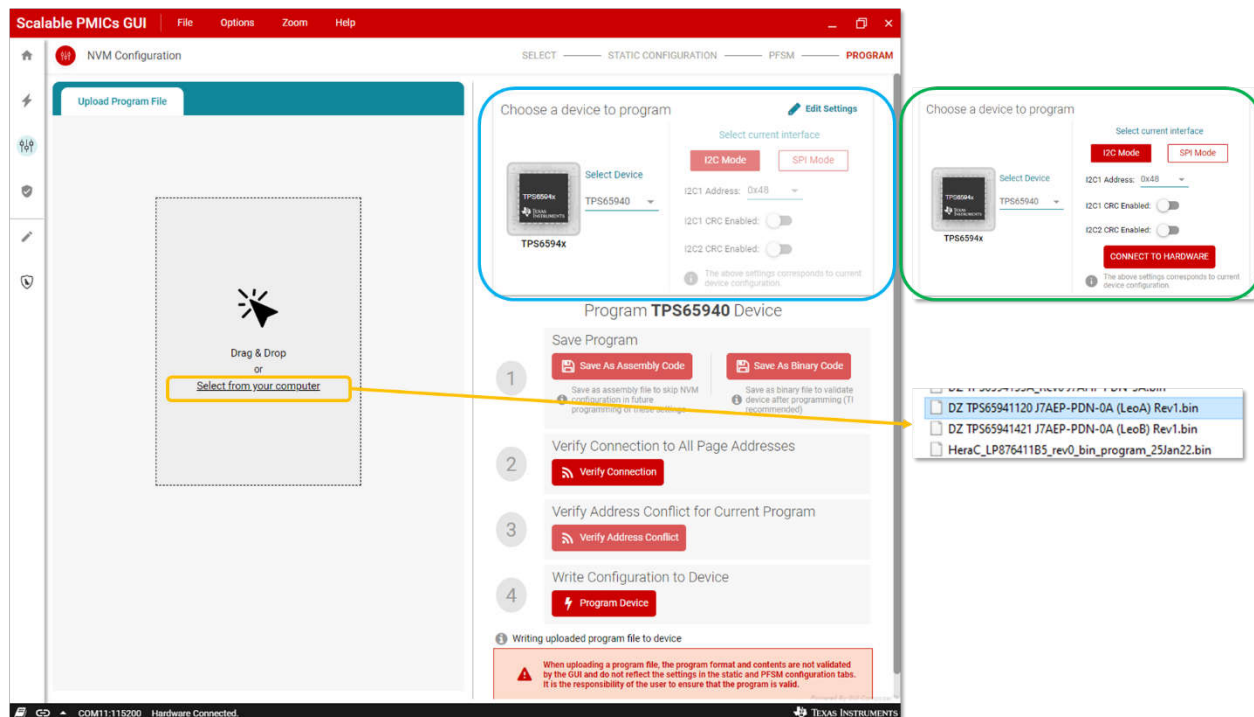

图 5-3. Program NVM 界面 1
- 之后进入如图 5-3 所示的 program NVM 界面，点击左侧 Select from your computer 按钮，载入需要烧录的 NVM 固件，这个固件可以是器件原始的 NVM（用以恢复产品原状），或者是基于原始 NVM 修改的 NVM（用以定位问题），或者是自己生成的 NVM（满足特殊用途），自己生成 NVM 的话题将在这个系列的第五篇中讨论。注意右上角的信息确认芯片是否处于连接状态，未连接时的界面如绿色框中所示，需要选对 I2C 地址后点击 connect to hardware 连接 PMIC。